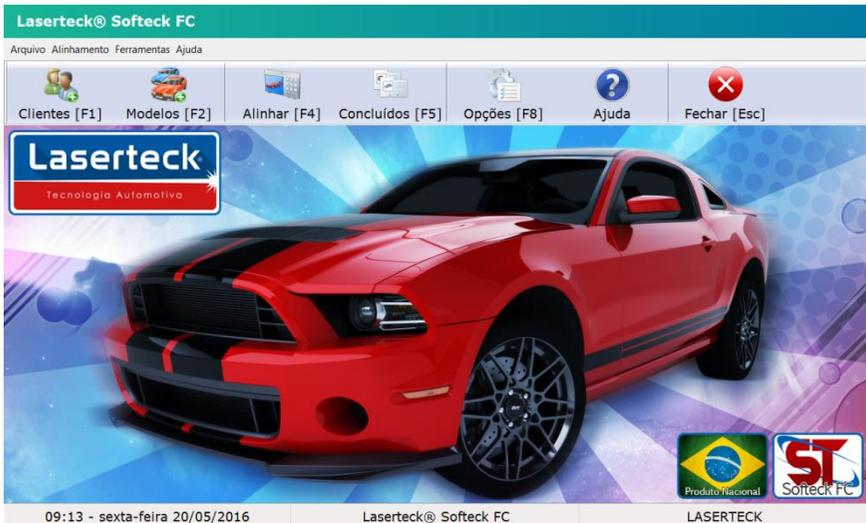

Figura 1
- Na tela inicial do **SOFTECK FC** clique em Opções [F8] (Figura 1).
- Na tela inicial, clique em Alinhar [F4] (Figura 1).